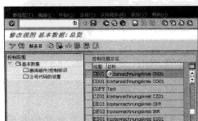

图 5-105 “修改视图基本数据：总览”界面
STEP 1 在命令栏输入 SPRO 命令，通过菜单选择“控制→一般控制→组织结构→维护成本控制范围定义”选项，或者直接在命令栏中输入 OKKP 命令，弹出“修改视图基本数据：总览”界面，如图 5-105 所示。可以看到左树中有两个选项，一个是“激活组件/控制标识”，一个是“公司代码的设置”，右边栏目是之前设置好的控制范围列表。